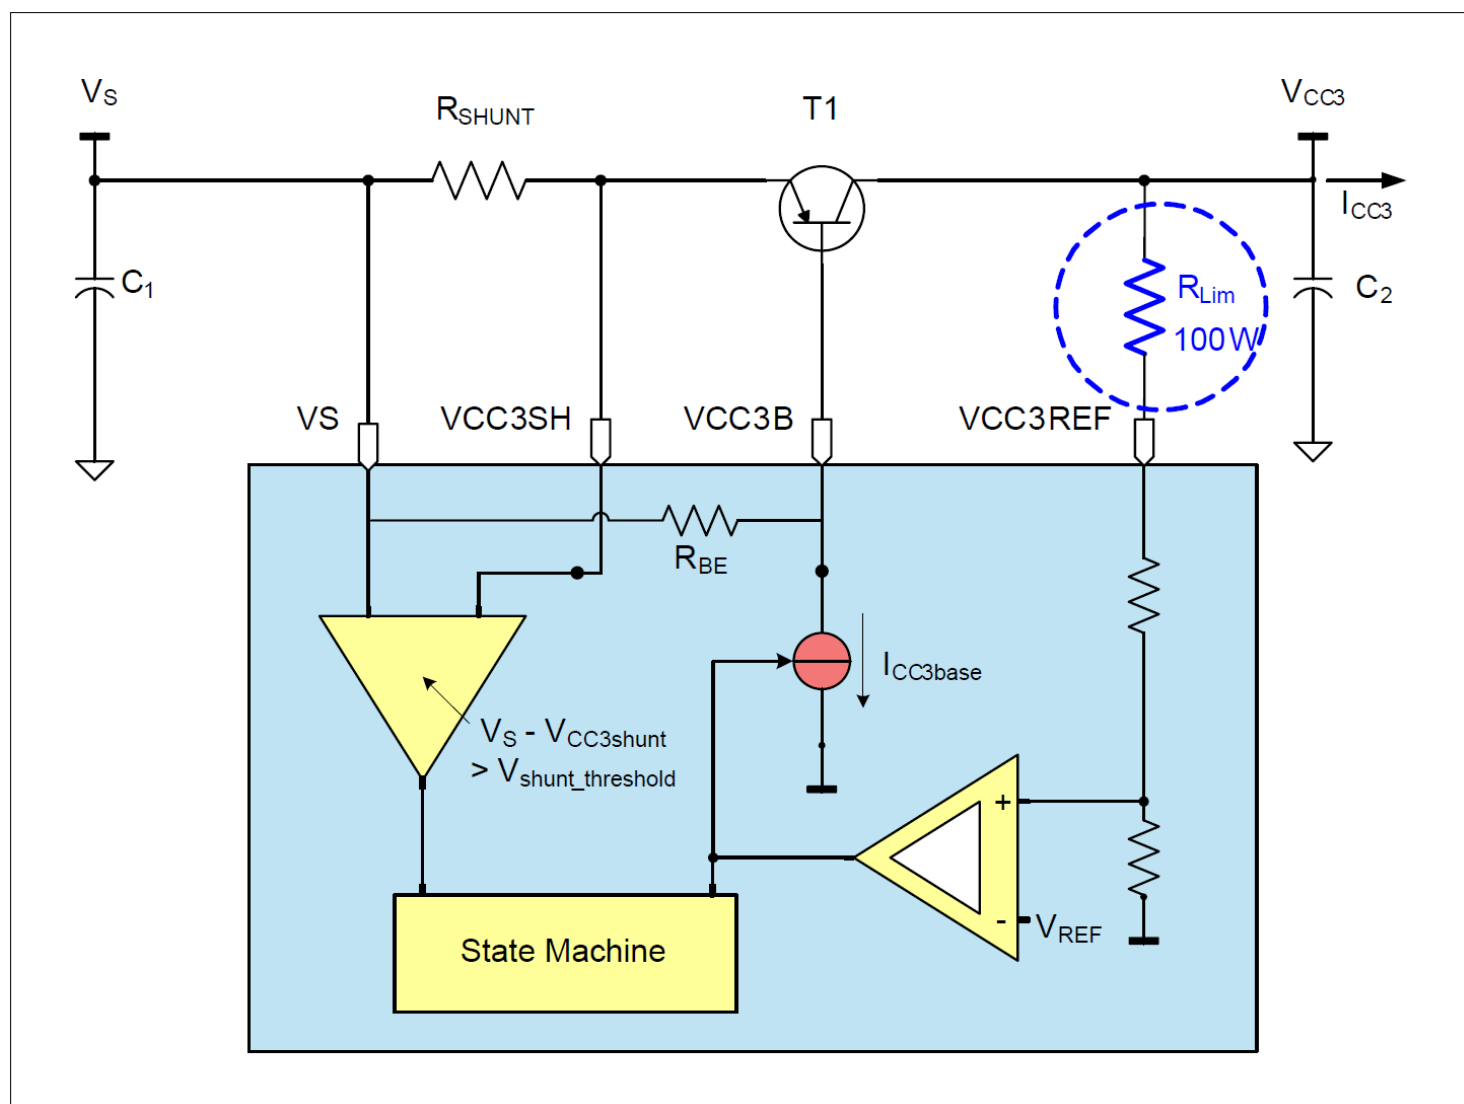

图 24 当 VCC3 配置为用于外部电源的独立稳压器时，如何保护 VCC3 免受感性短路的影响
3. 如果VCC3 输出电压为外部板外负载供电，则应用必须考虑由电缆电感和负载上的去耦电容器构建的串联共振电路。必须提供足够的阻尼（例如，PNP 集电极和VCC3REF 之间有一个100 Ω 电阻器，集电极上有10 μF 电容器- 另请参见图 24）。